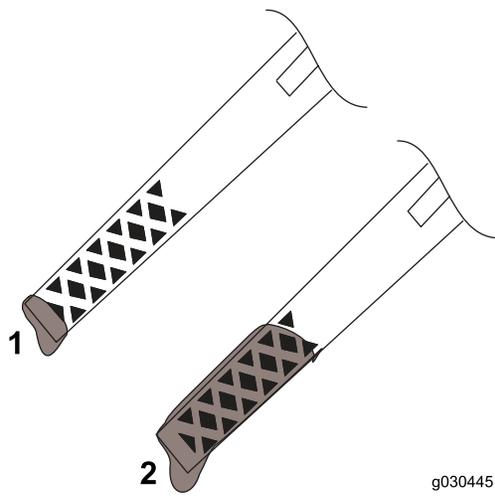

Figura 16
- Se l'olio non raggiunge la tacca Add (Figura 16), occorre rabboccare. Vedere Cambio dell'olio motore \(pagina 15\).
- Se il livello dell'olio è sopra la tacca Full (Figura 16), spurgate l'olio in eccesso fino a quando il livello non arriva alla tacca Full; fate riferimento a (pagina).